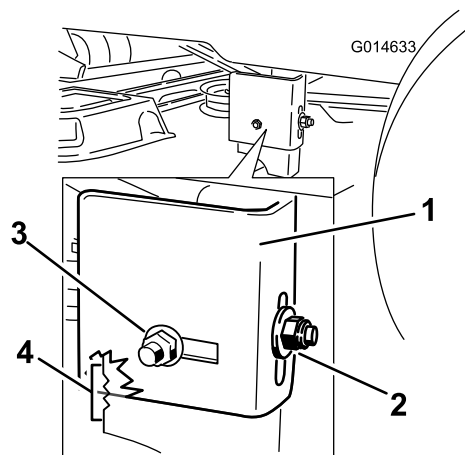

Figura 51
8. Verificate che il bullone a testa tonda laterale sia in posizione fissa o nella scanalatura (Figura 51).
9. Se il bullone a testa tonda laterale è in posizione fissa, rimuovete sia il bullone a testa tonda laterale che il dado di bloccaggio laterale dalla posizione fissa e installateli nella scanalatura posteriore (Figura 51).
10. Allentate il dado di bloccaggio posteriore sul supporto di sospensione (Figura 51).